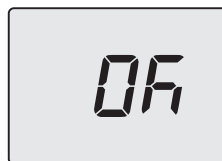

Figura 5.54
- Premendo il tasto 14 (Figura 5.49) si ottiene la conferma del valore inserito. Il display visualizzerà per 5 sec. quanto segue (Figura 5.54) poi, si porterà al livello superiore.